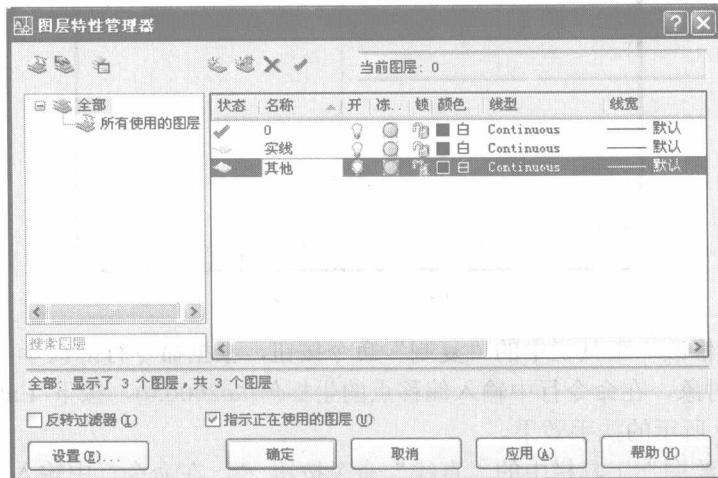

图 1-5 “图层特性管理器”对话框
(4) 选择“格式”→“图层”命令，弹出“图层特性管理器”对话框，单击对话框中的“新建图层”按钮，分别创建“实线”和“其他”两个图层。颜色和线型保持系统默认，如图 1-5 所示。